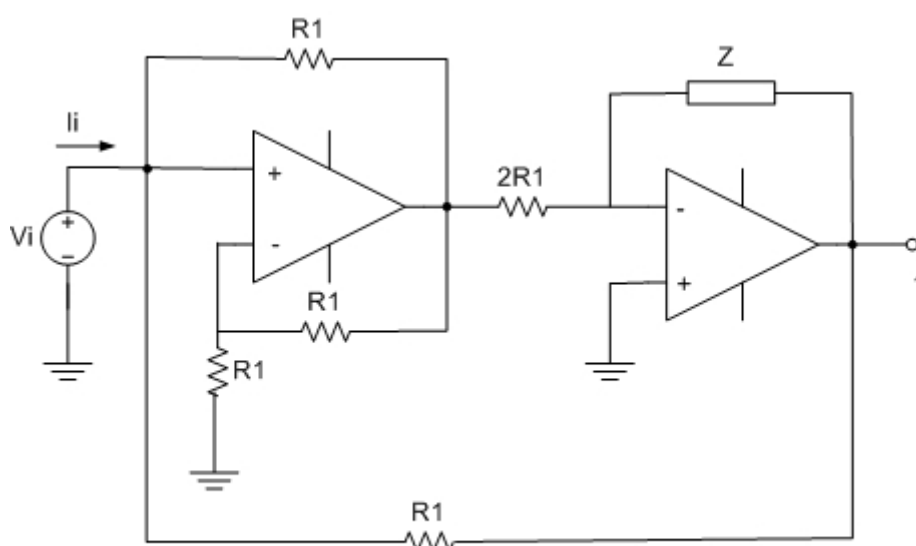

Figura 09
10. Observe a figura 09.
No circuito da figura 09, os amplificadores operacionais são ideais. O valor da relação  $V_i/I_i$  é